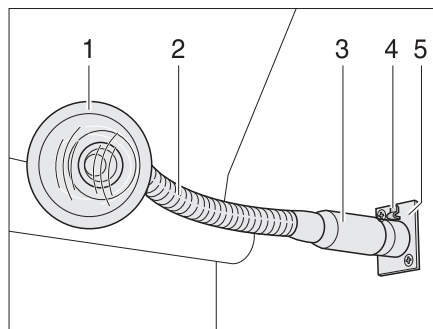

Fig. 106 Prise de courant avec lampe enfichée
- Saisir la lampe pour prise par le pied (Fig. 106,3).
- Appuyer sur le bouton de déverrouillage (Fig. 106,4).
- Retirer la lampe pour prise (Fig. 106,1) de la prise de courant (Fig. 106,5).
- Saisir la lampe pour prise par le "col de cygne" (Fig. 106,2) (si présent) ou le boîtier et la faire pivoter.